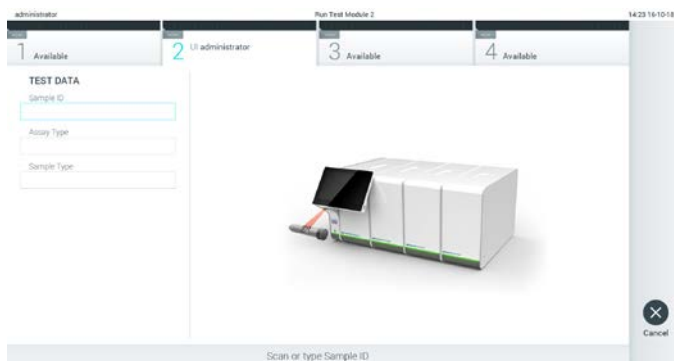

Рис. 23. Сканування штрих-коду ідентифікатора зразка.
2. Коли з'явиться запит, відскануйте штрих-код ідентифікатора зразка зчитувачем штрих-кодів, вбудованим в операційний модуль (рис. 23).